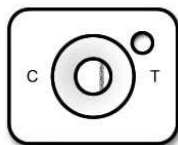

Fig. 1c. Nulo
5. **Resultado no válido:** Se observa una sola línea en el lado del test (“T”) de la *Ventana de reacción* o no se observan líneas en la *Ventana de reacción* (Fig. 1c, 1d). El resultado del test no es válido si no se encuentra presente una línea de control al terminar el periodo de reacción.